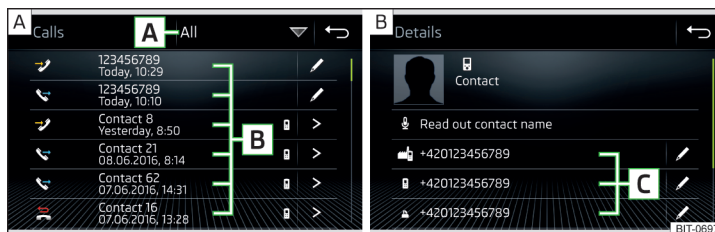
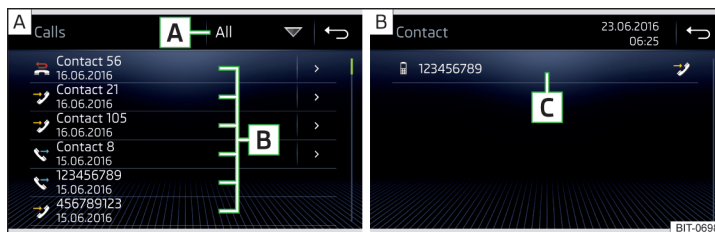

Fig. 202 Infodivertissement Columbus, Amundsen et Bolero : Liste d'appels / Détails du contact
Fig. 203 Infodivertissement Swing : Liste d'appels / Détails du contact
- Dans le menu principal *Téléphone*, appuyez sur la touche de fonction **☰**, la liste des appels s'affiche » fig. 202 ou » fig. 203 - **A**.